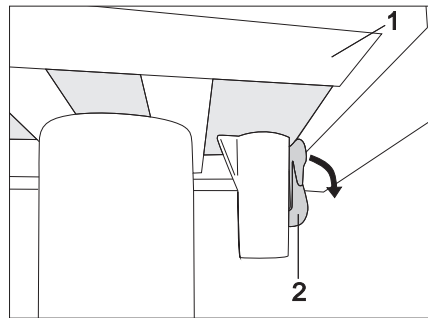

Fig. 96 Verrouillage de la table à une colonne (verrouillé)
- Pousser le levier d'arrêt (Fig. 96,2) vers le bas.
- Faire coulisser le plateau de table (Fig. 96,1) dans la position désirée.
- Pousser le levier d'arrêt (Fig. 96,2) vers le haut.